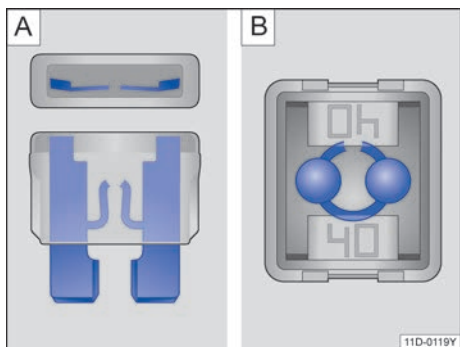

图 156 烧断的保险丝：A 扁平插入式保险丝，B 方块型保险丝
- 烧断的扁平插入式保险丝（ATO®、MINI®）可从上面和侧面透过透明外壳通过熔断的金属条来识别→图 156 A。
- 对于烧断的方块型保险丝（JCASE®），烧断的金属条可从上面透过透明的外壳来识别→图 156 B。